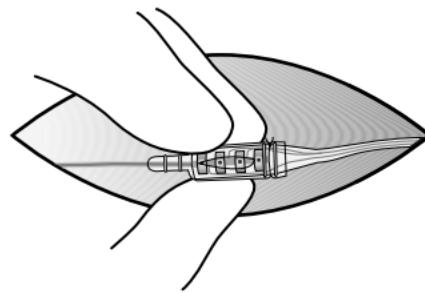

Abbildung 16. Den Schraubkonnektorblock zwischen Daumen und zwei Fingern festhalten.
5. Halten Sie den Schraubkonnektorblock während des Lösen der Schrauben zwischen Daumen und zwei Fingern fest, damit er sich nicht drehen kann (siehe Abbildung 16).